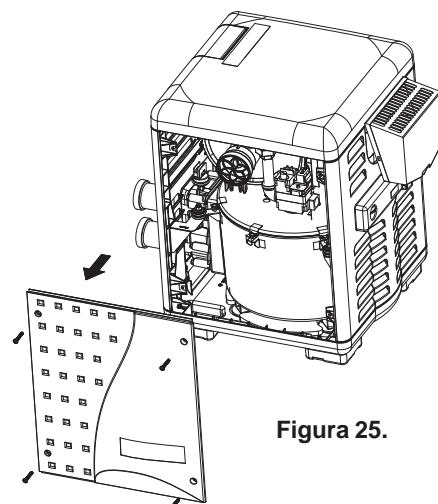

Figura 25.
5. Remueva los paneles de la puerta de acceso aflojando los cuatro tornillos ubicados en cada puerta, luego levante hacia arriba y hacia afuera desde la parte inferior del panel para removerlo. Si es necesario, los tornillos pueden usarse como manijas, ver **Figura 25**.
3. Remueva los paneles de la puerta de acceso, ver **Figura 25**.